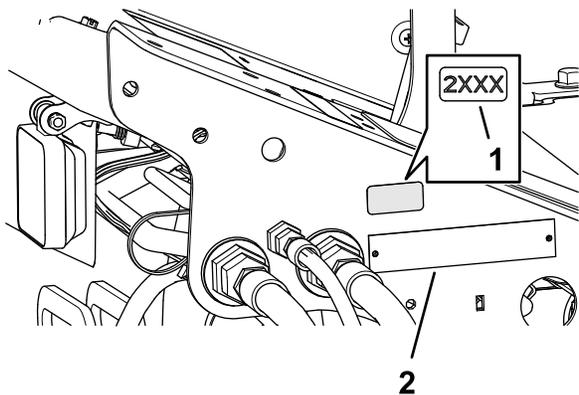

图 38
- 使用外用酒精和干净的抹布清洁序列号牌旁边的地板支架区域，并让支架晾干（图 38）。